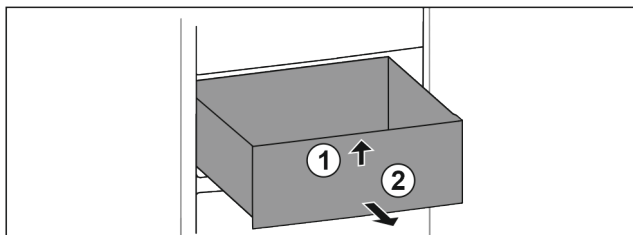

Fig. 71
- Lyft upp utdragslåda framtill. Fig. 71 (1)
- Ta ut utdragslåda genom att dra den framåt. Fig. 71 (2)